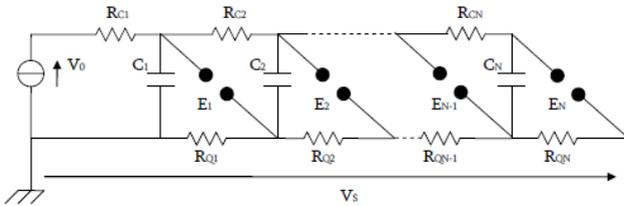

Fig II-1 : Schéma électrique d'un générateur de Marx à N étages
commutateurs. Le circuit élémentaire d'un générateur de Marx N étages est représenté figure II-1. Chaque étage est, ici, composé d'un condensateur (C), d'une résistance de charge (Rc), d'une résistance de queue (RQ) et d'un commutateur (E).